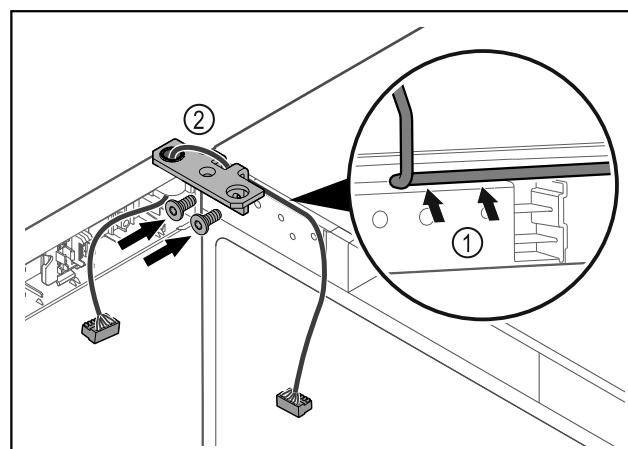

Fig. 58
► Dirijați cablul prin degajarea colțarului balamalei și dispuneți-l cu precauție Fig. 58 (1).
► Înșurubați Fig. 58 (2) colțarul balamalei.